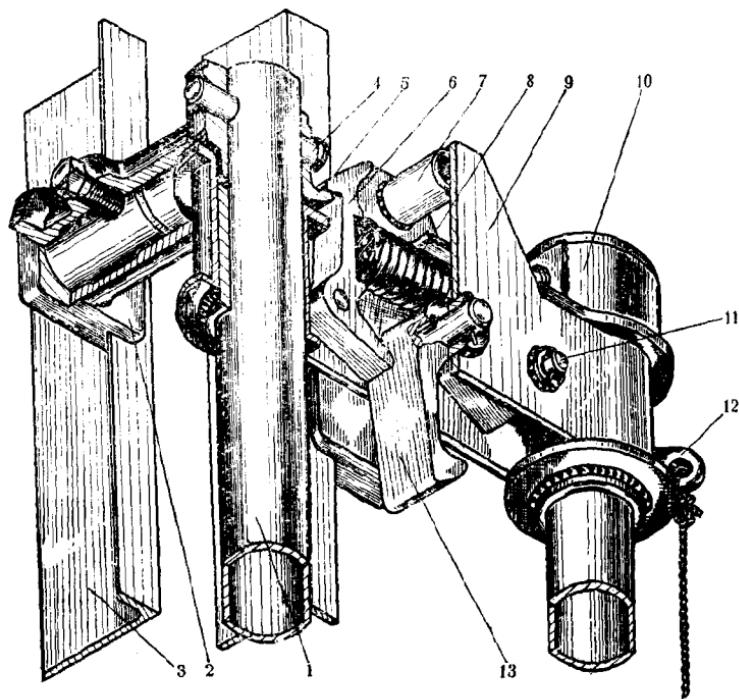

图 1-5 顶 座
4. 顶座：由顶横梁和起落架组成(如图 1-5)。顶横梁(10)两端有圆孔，分别固定两根导杆(1)。顶横梁的下面有起落架，可沿导杆上下移动。起落架下端有吊锤挂钩(13)，用于提升缸锤。如果让缸锤单独下降(如起动)，可拉动脱钩臂(12)至水平位置，使缸锤与吊锤挂钩(13)脱开而自由下落。当继续拉下脱钩臂至最低位置时，挂钩(5)钩不住连接钩(6)，起落架即与顶横梁脱开。